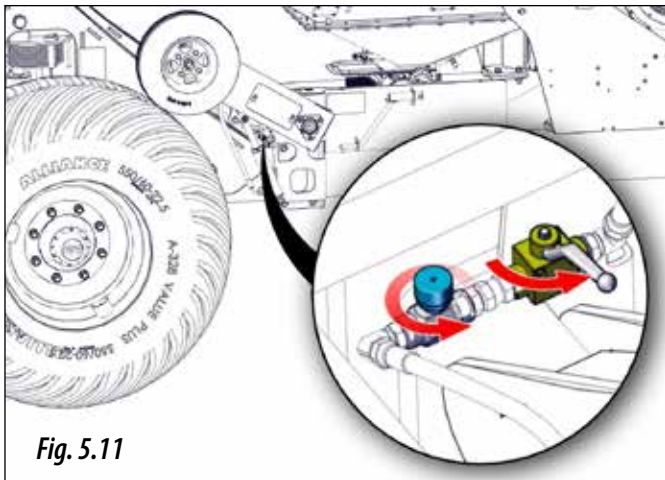

Fig. 5.11
**IMPORTANT:** ÎN FUNCȚIE DE MODELUL UTILAJULUI, DACĂ AȚI PORNIT PRE-ȘIUNEA HIDRAULICĂ ȘI NU SE RIDICĂ ROATA DE TRANSMISIE DAR SE RIDICĂ SEMĂNĂTOAREA ȘI SCORMONITORUL DE URMĂ, VERIFICAȚI DACĂ SUPAPA DE TRECERE ȘI OBTURATORUL DE LÂNGĂ ROATA DE TRANSMISIE SUNT DESCHISE (FIG. 5.11).